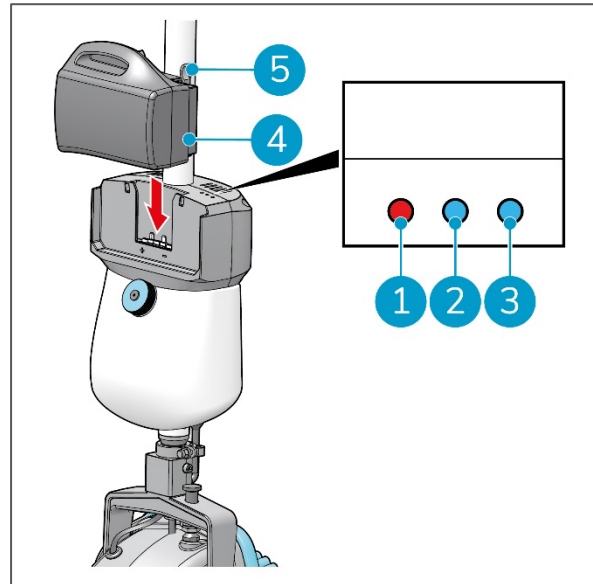

Figure 18
2. Poussez la batterie (Figure 18, POS 4) dans la fente de la batterie. Un clic signale que la batterie est verrouillée par les clips de batterie (Figure 18, POS 5).
Le voyant lumineux situé à gauche (Figure 18, POS 1) s'allume en rouge lorsque la batterie est faible.
Le voyant lumineux au milieu (Figure 18, POS 2) s'allume lorsque la machine est allumée et que la batterie est chargée.
Le voyant lumineux à droite (Figure 18, POS 3) clignote quelques secondes lorsque la machine est allumée ou éteinte.